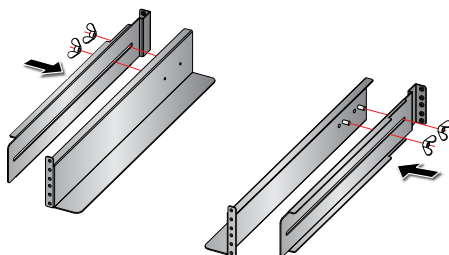

Рис. 3-2. Отрегулируйте рейки по длине и затяните гайки
- 2 Отрегулируйте длину раздвижных реек по глубине стойки и затяните гайки. См. **Рис. 3-2**.